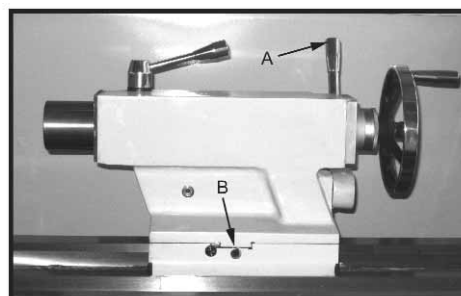

Fig. 19
1. Ställ den lossade dubbdockan genom att tryck ner låsgreppet (A, fig. 19) och lossa sexkantshuvudet, excenteraxeln.
2. Alternativt: Lossa och dra åt ställskruvorna fram och bak (B, fig. 19).